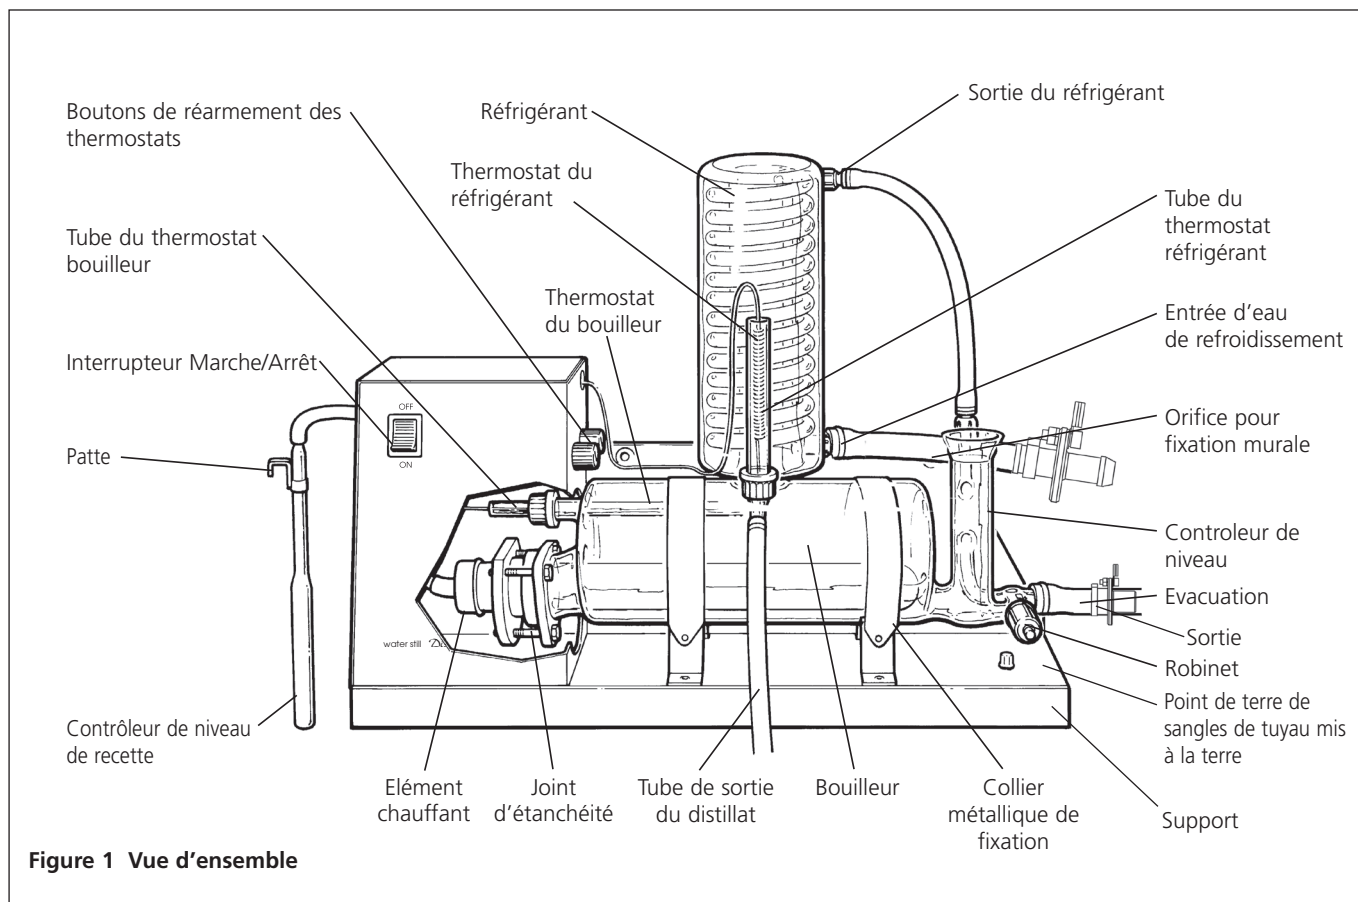

Figure 1 Vue d'ensemble
2. Switch on the heating element. The on/off switch is located on the front panel - see **figure 1**.
8. Dans le kit de flexibles, prenez une longueur de flexible de 8 mm avec les connecteurs filetés en plastique à chaque bout. Selon la figure 1, vissez un côté du flexible sur la sortie du condenseur (supérieure) et l'autre sur le filetage en verre du contrôleur de niveau constant.
Le capuchon n'étant pas complètement vissé, glisser délicatement le tube sur l'évent de la sortie du distillat. Visser alors le capuchon. Insérer la sonde du thermostat du réfrigérant dans le tube de verre. Tordre délicatement le fil du thermostat de façon à ce qu'il n'obstrue pas l'accès aux boutons de réarmement des thermostats. Voir **figure 1**.
16. Prendre le contrôleur du niveau de recette et enfiler l'extrémité du tuyau caoutchouc sur la tétine située sur le panneau latéral. Voir **figure 1**.
2. Assurez-vous que le fil de terre est bien connecté au point de terre - voir fig. 1 et 4b.
4. Assurez-vous que le fil de terre est connecté au point de terre - voir fig. 1 et 4b.